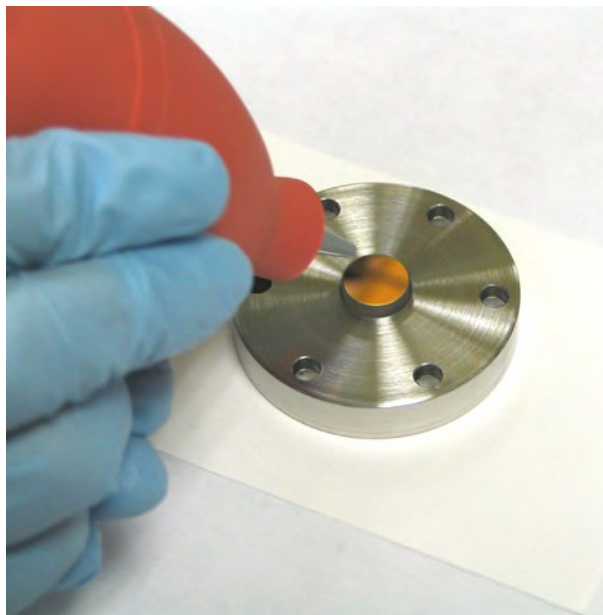

図83：鏡の乾燥
9. 空気ブロワを使用して、乾燥空気を鏡の表面に吹き付けます。鏡面が乾燥するまで繰り返し空気を吹き付けます（図 83 を参照）。